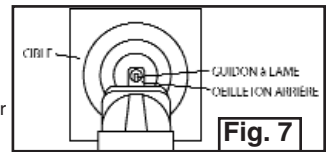

Fig. 7
- Le fusil est pointé correctement quand le guidon de mire est positionné exactement au centre du cran de mire. Le point de mire doit sembler reposer sur le haut du guidon (fig. 7).